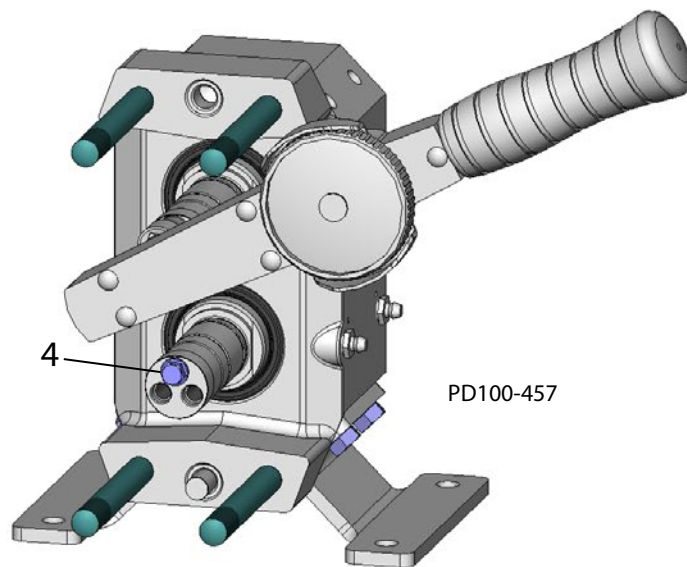

Рисунок 50 - Проверьте момент качения
- Установите один винт зажима (Рисунок 50, пункт 4) в одно из резьбовых отверстий в каждом из валов и проверьте момент качения каждого вала в сборе при помощи ключа с ограничением по крутящему моменту.